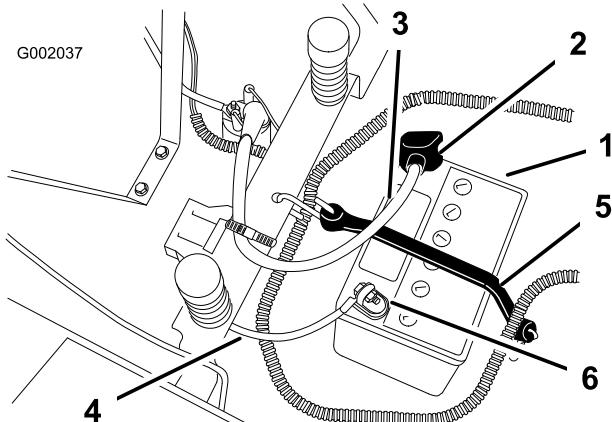

Figura 32
4. Desconecte el cable negativo de tierra (negro) del borne de la batería (Figura 32).
cable positivo (rojo) del borne de la batería (Figura 32).
- Retire la correa de sujeción de la batería (Figura 32) y levante la batería para retirarla de su bandeja.
1. Coloque la batería en la bandeja, con los bornes hacia el motor (Figura 32).
4. Fije los cables con 2 pernos (1/4 x 3/4 pulg), arandelas (1/4 pulg), y tuercas (1/4 pulg.) (Figura 32).
6. Fije la batería con la correa de sujeción (Figura 32).